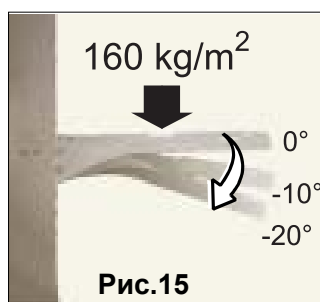

Рис.15
- Раскладываете товар равномерно и упорядоченно, избегая перегрузки полок (не более 160 кг/м²) (Рис. 15);
- Полки можно устанавливать в 3 положения 0°; -10°; -20°; (Рис. 15);